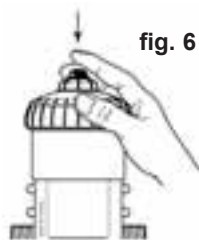

fig. 6
- Pressionar o botão de purga de ar no topo da tampa (Fig. 6).